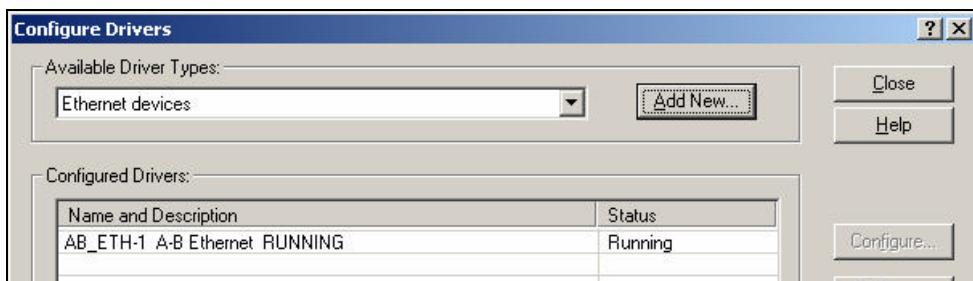

图 3-16 驱动程序已运行
8. 单击 OK，在 Configure Driver 窗口下的列表中出现 AB\_ETH-1 A-B Ethernet RUNNING 字样表示该驱动程序已经运行，如图 3-16 所示。